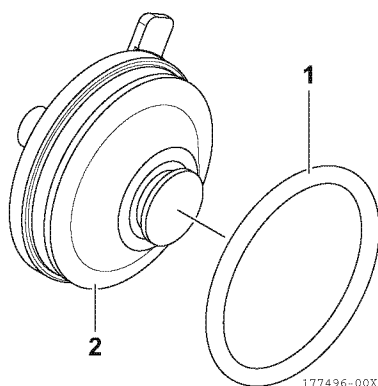

Figura 19
10. Applicare leggermente olio lubrificante al nuovo O-ring (1, **Figura 19**) e installarlo nella fessura prevista sul gruppo coperchio (2, **Figura 19**).